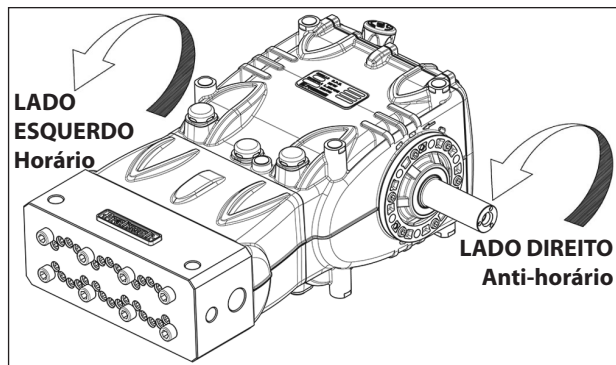

Fig. 6
Posicionando-se na frente do cabeçote da bomba, o sentido da rotação deverá ser como da Fig. 6.
N.B. A versão relacionada na Fig. 6 é direita.